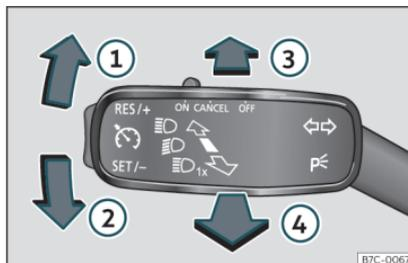

Fig. 94 Leva degli indicatori di direzione e degli abbaglianti.
- Dalla posizione di base, spingere in avanti la leva degli indicatori di direzione e degli abbaglianti »» **fig. 94** ③. Quando viene visualizzata la spia ⚠ nel display del quadro strumenti, il comando automatico degli abbaglianti sarà attivo.
- **OPPURE:** con le luci abbaglianti accese, spostare la leva degli indicatori di direzione e degli abbaglianti all'indietro »» **fig. 94** ④. »